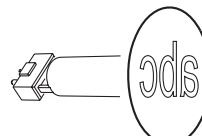
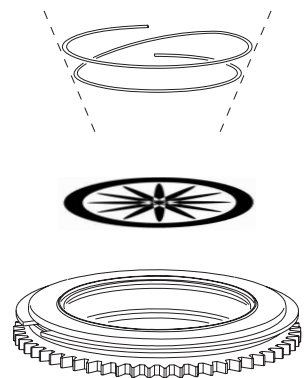

Bild 13. Richtige Gobo-Orientierung
Bild 16: Rotating goboholder
Die in Bild 13 gezeigten Gobo-Orientierungen sind in den meisten Fällen richtig. Die Orientierung ist wichtig, um Hitzeschäden der Gobos zu vermeiden. Wenden Sie sich an Ihren Martin Händler oder den Gobo-Hersteller, wenn Sie Fragen zur richtigen Orientierung des Gobos haben.
Die Gobos werden mit einer Haltefeder im Gobohalter fixiert (siehe Bild 16). Die Haltefeder kann für Gobos bis 3 mm Dicke verwendet werden. Dickere Gobos müssen mit unter UV-Licht aushärtendem und UV-beständigem Klebstoff (z.B. Loctite 330 Multibond mit Aktivator) in den Halter eingeklebt werden.
4. Legen Sie das neue Gobo in den Halter. Die dem Leuchtmittel zugewandte Seite muss oben, zur Haltefeder weisend, liegen (siehe Bild 13 und Bild 16).
5. **Montieren Sie die Haltefeder mit der engen Windung zum Gobo zeigend (Bild 16).** Drücken Sie zur Identifikation der engen Windung die Haltefeder flach zusammen: die enge Windung liegt innen. Drücken Sie das Ende der Haltefeder unter die Lippe des Gobohalters.